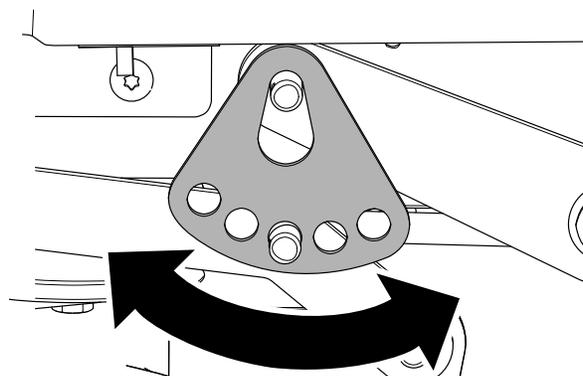

Рисунок 70
7. Поверните пластину высоты скашивания для совмещения с другим отверстием так, чтобы она выдерживала вес деки газонокосилки после того, как вы установите ее (Рисунок 70).
8. Установите шайбу и шплинт (Рисунок 70).